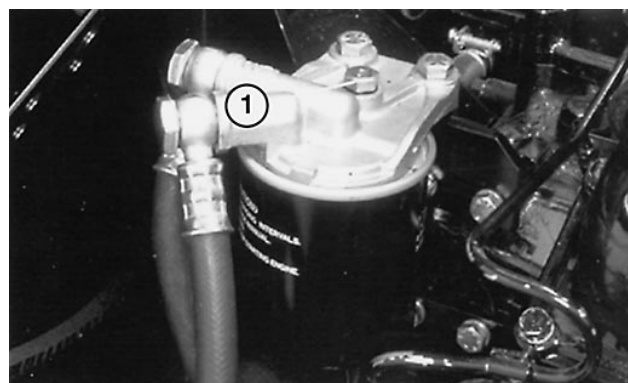

Figure 24
3. Desserrer d'environ 1 tour et demi le bouchon de purge de l'ensemble filtre à carburant (Fig. 24).